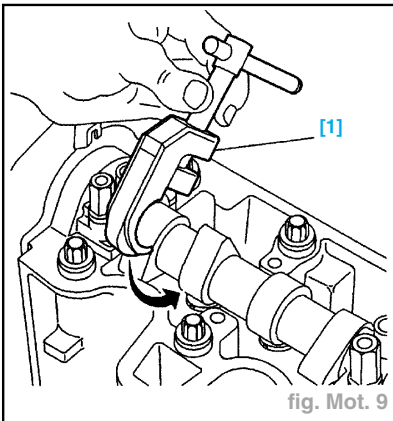

fig. Mot. 9
- Mettre en place l'outil [1] 4533-TX (coffret 4507-T) (fig. Mot. 9).